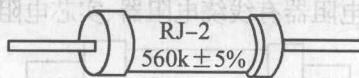

图 1-4 金属膜电阻器
(2) 金属膜电阻器。金属膜电阻器是采用金属膜作为导电层,也属于膜式电阻器的一种。它是用高真空加热蒸发等技术,将合金材料蒸镀在陶瓷骨架上制成的。通过刻槽或改变金属膜厚度,可以控制电阻值的大小。金属膜电阻器的外形如图 1-4 所示。